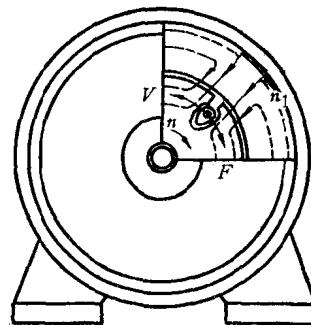

图 18
三相异步电动机主要有鼠笼型和绕线型两种，它们的差别是在转子绕组结构形式的不同，但转子绕组都是处于闭合的短路状态。当电动机定子的三相绕组通以三相交流电时，产生一个旋转磁场，它与转子导体之间有相对运动，因而在转子导体内产生了感应电压与电流。如图18所示，假设磁场以转速
则相当于转子导体以差速度  $V = n_1 - n$  相对于磁场的反时针运动，根据感应电流的右手定则❶ 判定，导体电流方向在图18中是向外流的。上一节已讲到，处于磁场中的载流导体，会受到磁场力的作用，因为转子电流方向是向外流的，因而它受到磁场力  $F$  的作用，其方向也是顺时针的。异步电动机就是在这个力的作用下稳定地旋转。